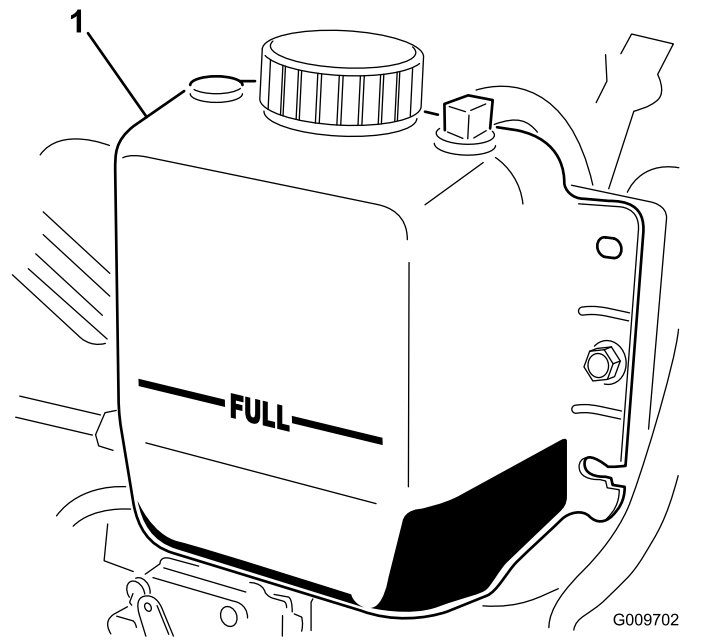

図 84
- ラジエーター内部の液量を点検する。ラジエーターは補給口の首の部分まで、補助タンクはFULLマークまでであれば適正です 図 84。